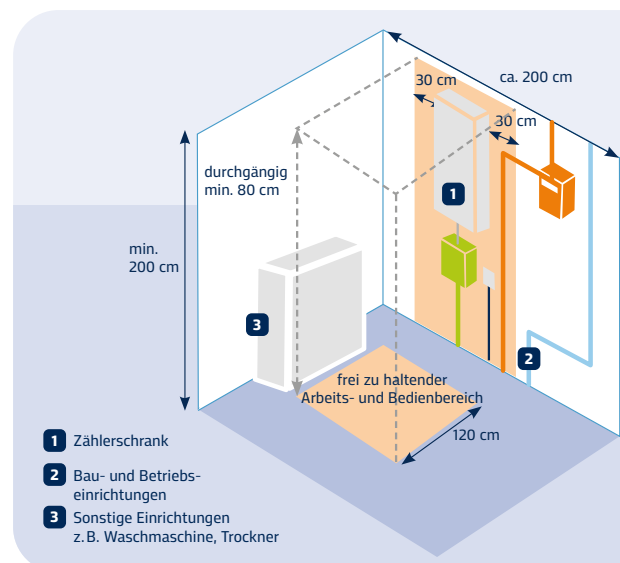

Abb. 4: Arbeits- und Bedienbereich Strom
- Der erforderliche Arbeits- und Bedienbereich (1,2 m) für Stromanschlusseinrichtungen und für den Zählerschrank ist in Abb. 4 genauer dargestellt.